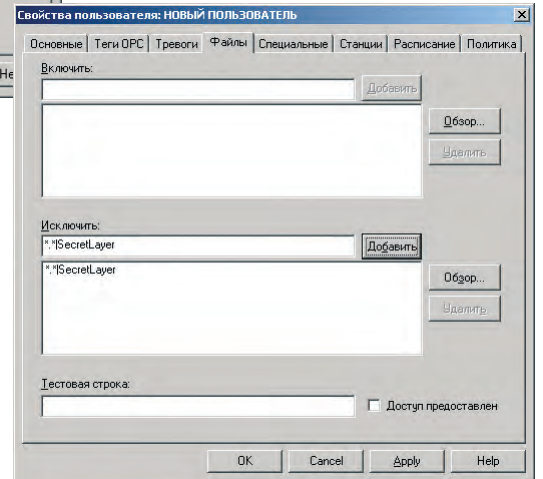

Рис. 26. Настройка прав пользователя: ограничение доступа к слою
- Открыть закладку «Файлы», как показано на рис. 26, и в списке «Исключить» ввести строку *.*\SecretLayer, запрещающую пользователю доступ к слою SecretLayer во всех файлах (при необходимости можно указать точное имя файла, содержащего «секретный» слой).